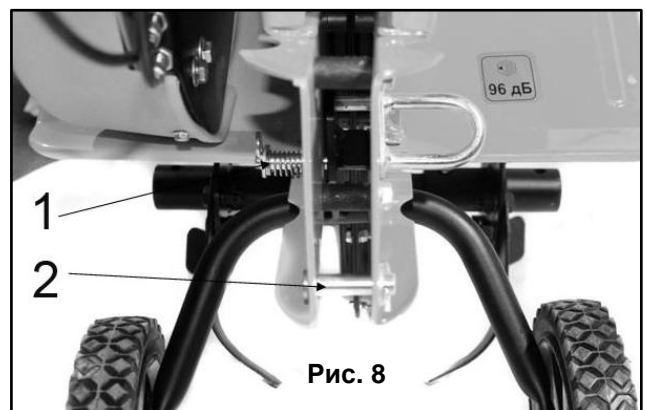

Рис. 8
- Отсоедините шплинт (1) (См. Рис. 8), выньте стопорный палец, а затем выньте сошник из держателя.
С помощью шплинта (2) (См. Рис. 8), к культиватору можно прикрепить различные аксессуары – сцепку (мод. PRORAB 8001001) для крепления к ней картофелевыкапывателя (мод. PRORAB 8001016), орудия (мод. PRORAB 8001007)